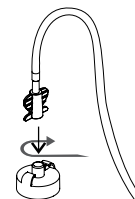

Рисунок 6-2
- Перехідник може від'єднуватися від з'єднувальної трубки обертанням проти годинникової стрілки. Для того щоб його прикріпити назад, обертайте за годинниковою стрілкою до клацання (див. рис. 6-2).